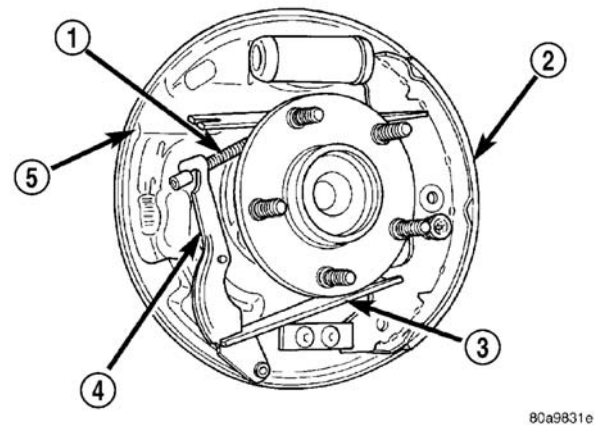

图 39 安装在制动器领蹄上的停车制动器部件
- （3）将停车制动器操纵支杆（图 39）安装到制动器领蹄上。然后将停车制动器操纵杆安装到支杆上（图 39）。